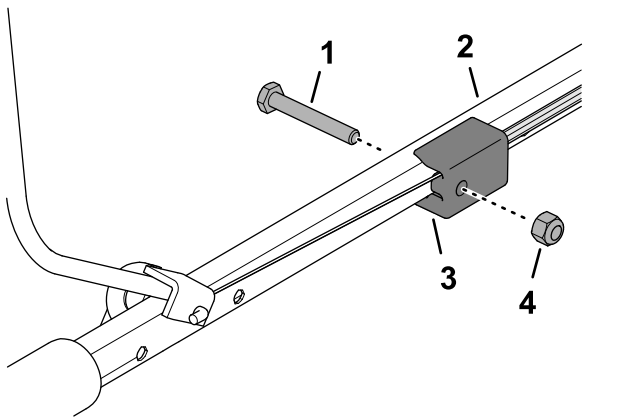

図 13
5. ハンドルバーのフィッティングを上部ハンプロバーに固定する(図 13)ボルト $\frac{1}{4}$ x $1\frac{3}{4}$ "ロックナット $\frac{1}{4}$ "を使用する。